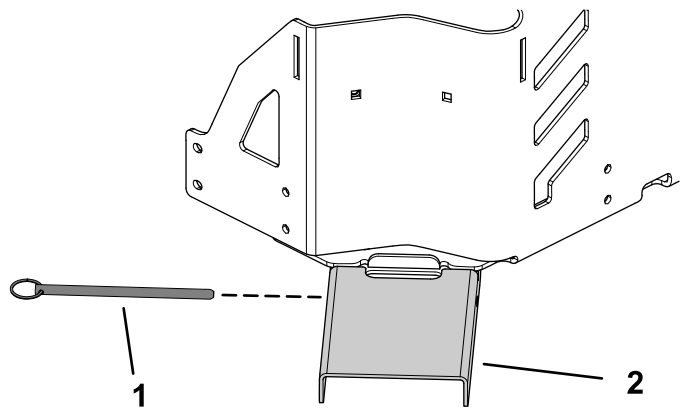

**Figure 3**
3. Fixez le dispositif de maintien de seau au carénage du moteur à l'aide du boulon de carrosserie (5/16" x 7/8") et de la molette (Figure 3).